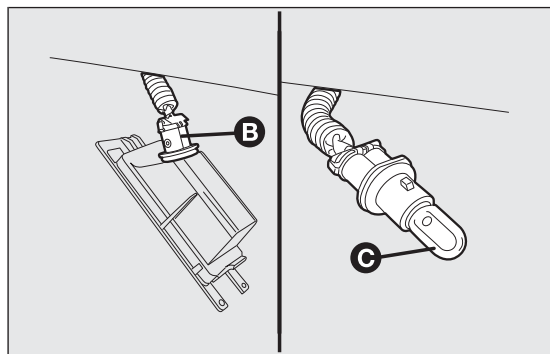

fig. 155
- ☐ girar hacia la derecha el portalámpara B fig. 155;